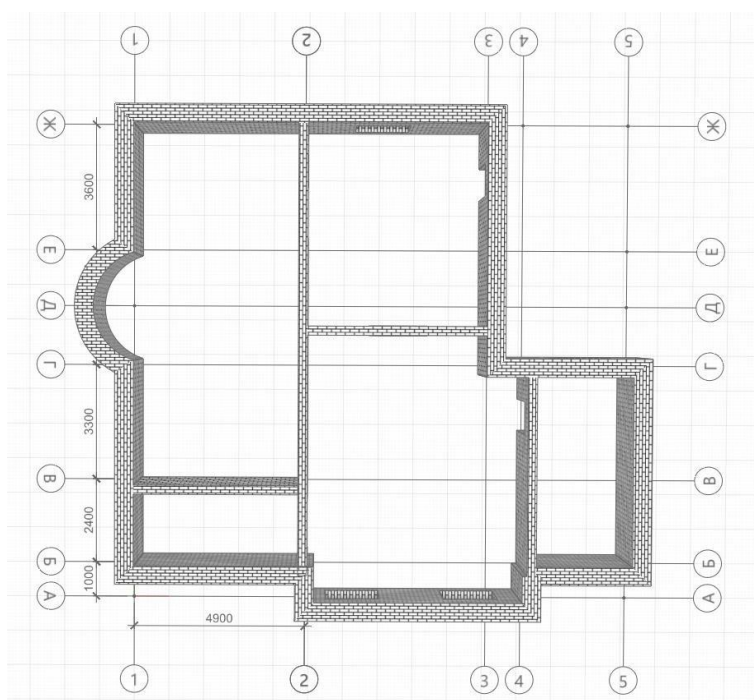

Рис. 24 Построение внутренних стен
5. Построим внутренние стены. Выберем инструмент **Стена**, способ построения **Прямая по 2 точкам**. В Параметрах указать: высота - **3000 мм**, толщина - **250 мм**. Построим стены (рис. 24)